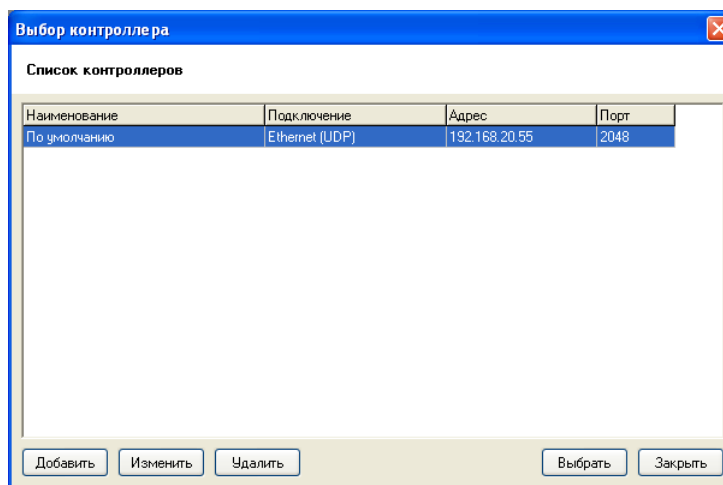

Рисунок 22
- 7) Выберите пункт меню "Контроллер/Получить конфигурацию из контроллера". Откроется диалог "Выбор контроллера" (см. Рисунок 22) с параметрами контроллера по умолчанию.